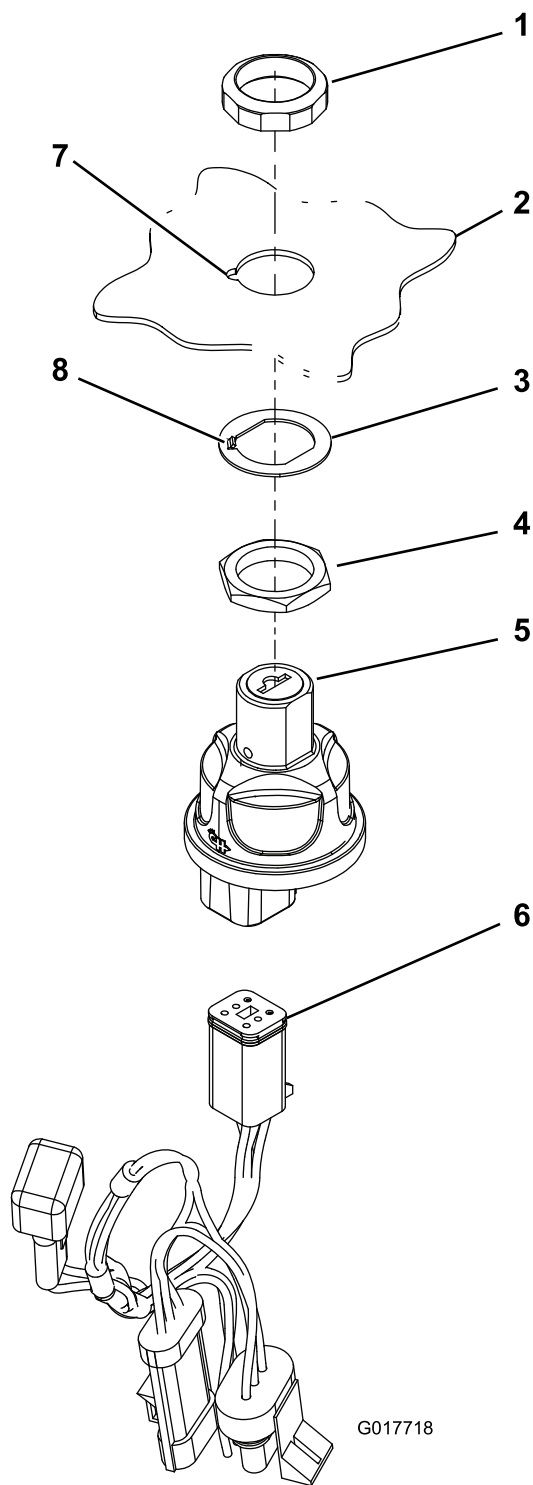

図 2
8. 図 2に示すように、新しい始動スイッチアセンブリを取り付ける。
**注** ワッシャについているタブをコントロールパネルのスロットに合わせて取り付けるてください(図 2)。
10. 新しい始動スイッチのワイヤハーネスのコネクタを、新しい始動スイッチに接続する（図 2）。
9. 新しいワイヤハーネス（図 2）を、（古いハーネスを外した後の）既存のワイヤハーネスのコネクタに接続する。